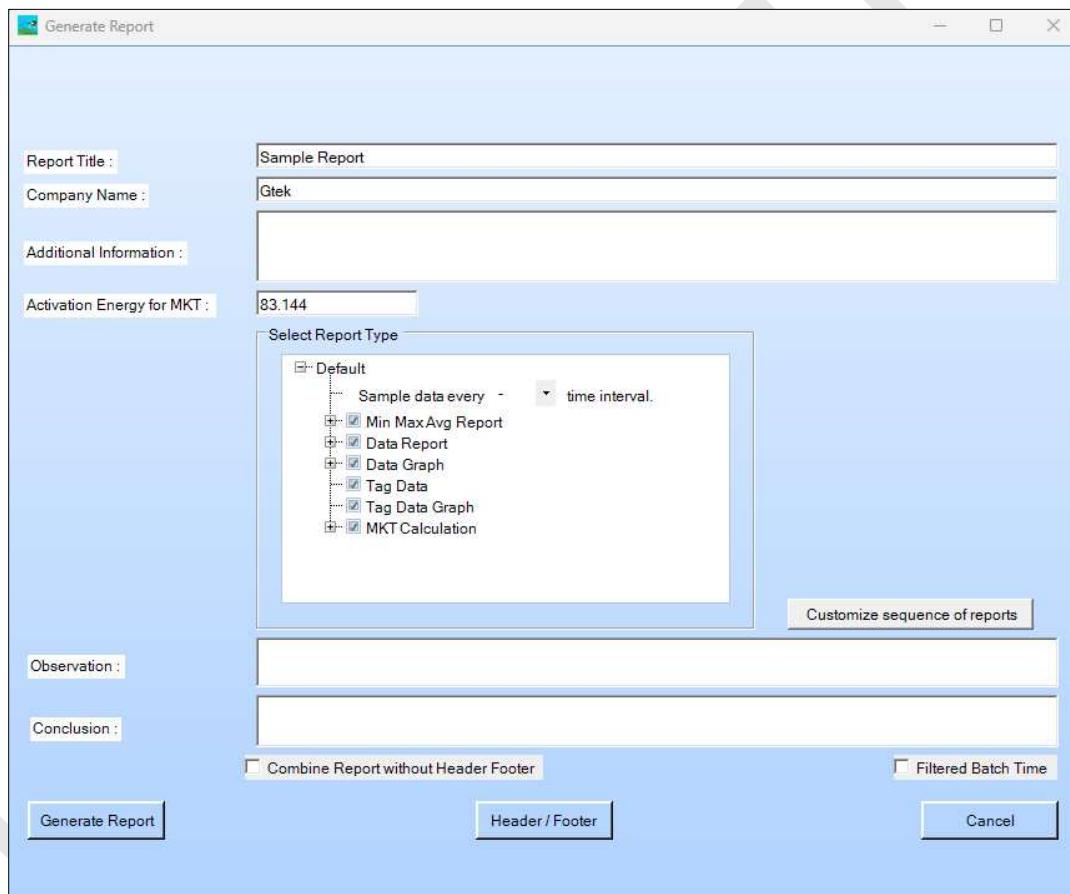

Figure 27 Remplissez les options pour générer le rapport de données PDF
- Pour générer le rapport PDF, cliquez sur  l'icône et remplissez les détails à inclure dans le rapport de données PDF comme le montre la figure 27.